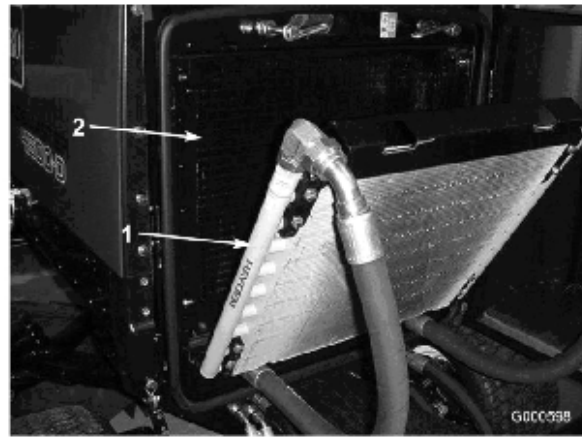

図 50
3. クーラを後ろに傾ける。オイル・クーラとラジエーターの裏表を（図 50）圧縮空気で丁寧に清掃する。